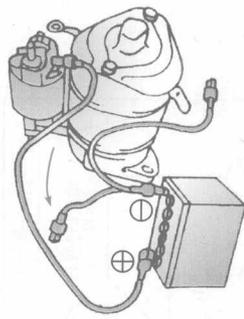

图3-8 驱动齿轮工作状态的检查
3) 按图3-8所示的方法, 检查小齿轮的回位动作。拆下接在电磁开关上的负极导线, 此时小齿轮应向内退回。若小齿轮不能回位, 则应更换电磁开关。